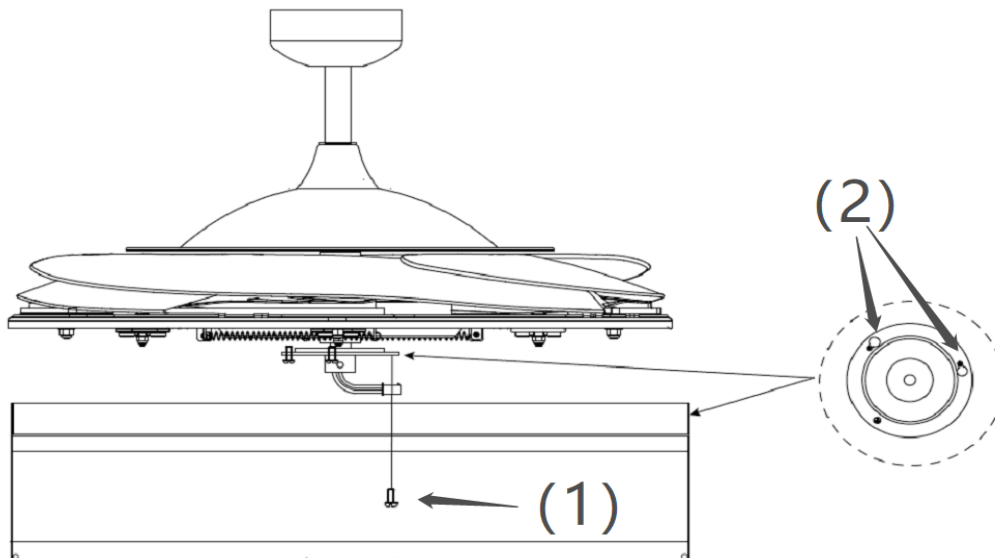

Fig. 6
INSTALLATION DU KIT D'ÉCLAIRAGE (Fig. 6 & 7)
1. Dévissez la vis (1) du support du ventilateur. Alignez les 2 vis à tête fendue avec les encoches (2) du support du kit d'éclairage. (Fig. 6)
2. Tournez le kit d'éclairage dans le sens inverse des aiguilles d'une montre jusqu'à ce que les vis à tête fendue soient calées à l'extrémité des encoches (2).
3. Fixez la vis (1) sur le support d'abat-jour. Serrez les 3 vis. Évitez de trop serrer.